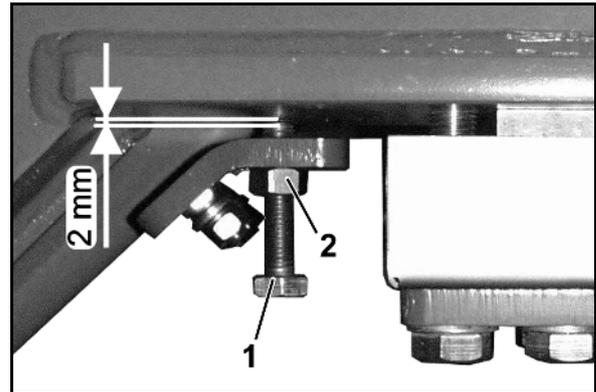

図 79
制限ボルト (図 79/1) と計量フレームの間の必要距離は 2 mm です。
1. ロックナット (図 79/2) を外す